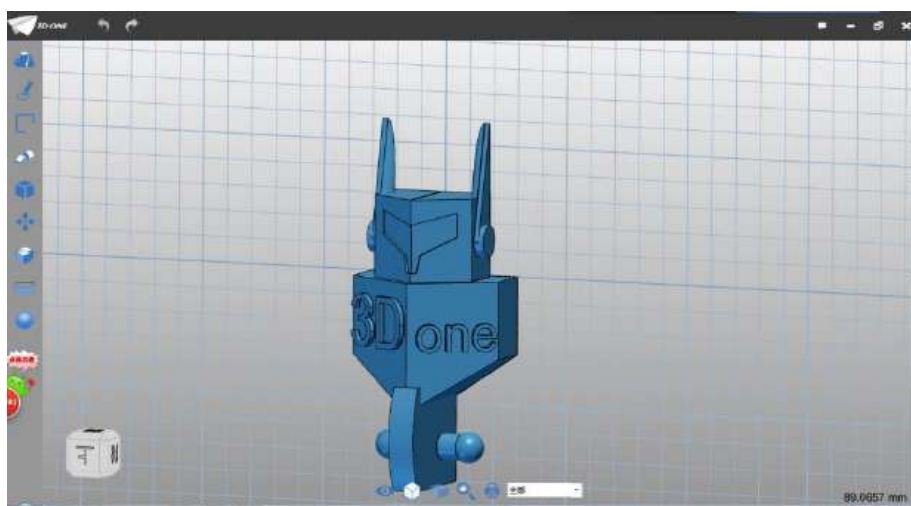

图 2-28
Step 28 点击确定，完成镜像，如下图 2-28 所示：